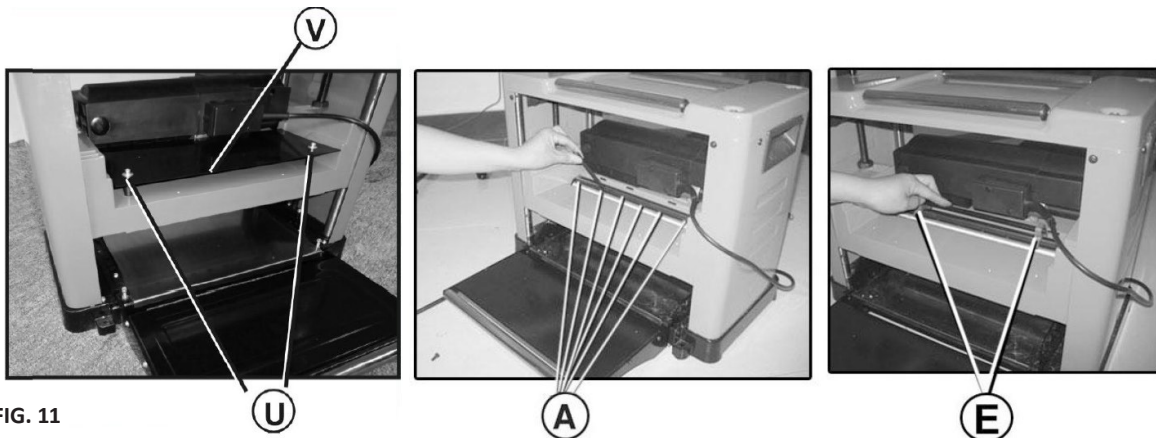

FIG. 11
### Remplacement et réglage des lames (Fig. 11 - 13)
1. Utilisez la clé Allen (M) pour retirer le couvercle anti-poussière (V) en desserrant les vis (U) comme indiqué dans la figure 11.
2. Utilisez la clé (N) pour desserrer la plaque de verrouillage de la lame (B) et la lame (C) en tournant le boulon hexagonal extérieur (A) dans le sens des aiguilles d'une montre. Les lames sont dotées d'un système de fixation à ressort (D) et peuvent être retirées lorsque la plaque de verrouillage de la lame est enlevée.